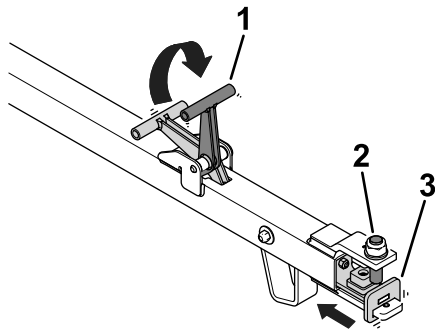

Figure 5
1. Levez la poignée du timon (Figure 5).